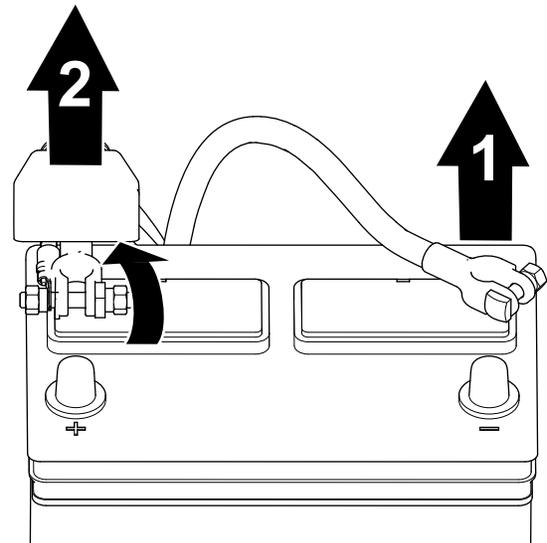

Figura 1
1. Retire o cabo negativo da bateria do polo (Figura 1).
2. Levante o isolamento e retire o cabo positivo da bateria do polo (Figura 1).